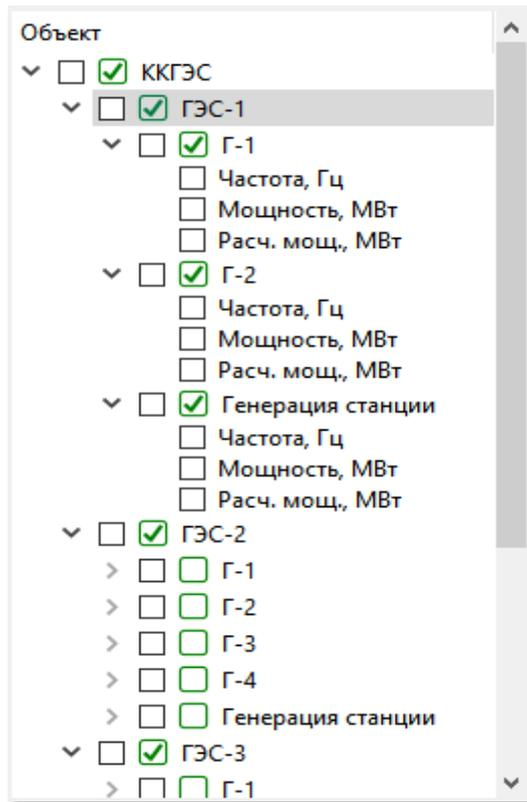

Рис. 7. Дерево объектов в режиме редактирования
5.4.15. Пример заполненного дерева объектов приведен на Рис. 7.